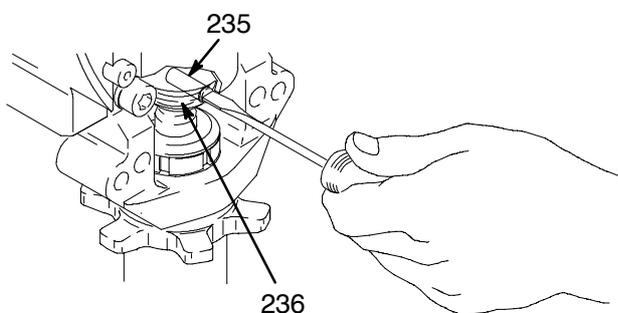

Рис. 1
3. Отвинтите от насоса трубку всасывания (34), придерживайте ключом впускной клапан (А) насоса, чтобы не ослабить крепление насоса.
4. Отсоедините выходной шланг насоса (100) от выходного патрубка поршневого насоса (60).
5. См. Рис. 1. С помощью отвертки сдвиньте вверх стопорную шайбу (236) в верхней части насоса. Вытолкните шпильку (235).